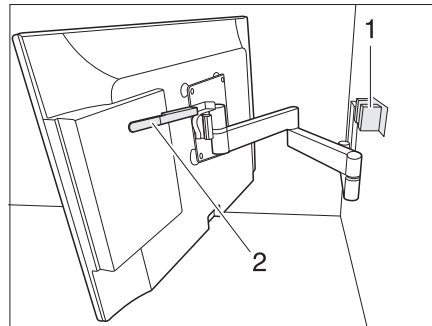

Fig. 54 Soporte con brazo articulado
- Empujar la palanca (Fig. 54,2) hacia abajo para soltar la pantalla plana del dispositivo de retención (Fig. 54,1). Soltar la palanca.